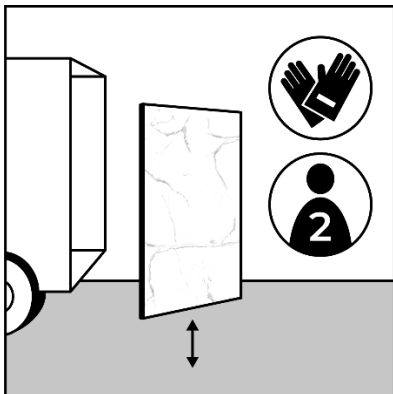

Figura 1
2. Transportar entre dos personas los paneles de Corewall (Figura 1).